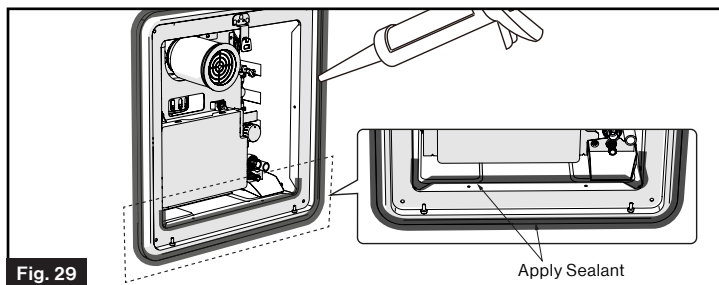

Fig. 29
7. Aplique una cantidad abundante de sellador alrededor del perímetro del marco de la puerta y en la parte inferior interior de la brida a lo largo del borde y en las esquinas para rellenar cualquier hueco con respecto a la pared del VR. (Fig. 29) Limpie el exceso de sellador.